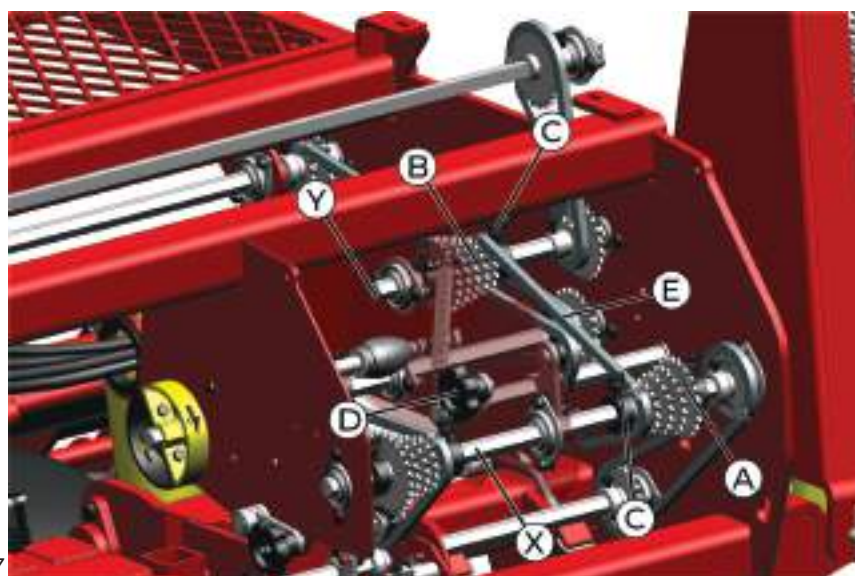

fig. 37
A regulagem da quantidade de fertilizante é realizada através do recâmbio das rodas dentadas (fig. 37) Z14-Z16-Z18-Z20-Z24 (A) do eixo "X" com as rodas dentadas Z15-Z17-Z19-Z21-Z23 (B) do eixo "Y". Afrouxe as buchas batentes (C) para deslocar as rodas dentadas pelos eixos até a posição ideal.